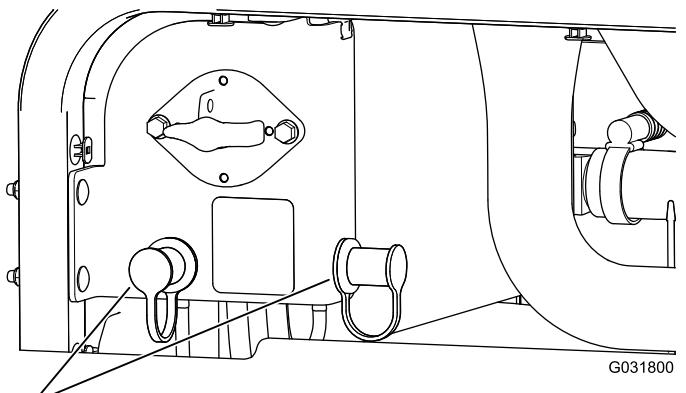

Figure 76
- Retirez les capuchons des bornes positives de la batterie déchargée (Figure 76)